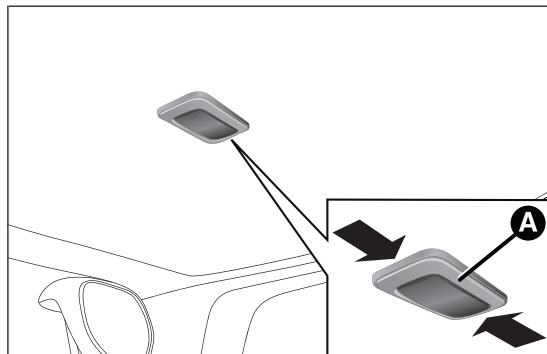

fig. 42
- ☐ agire nel punto indicato dalla frecce e rimuovere la plafoniera A fig. 42;
- ☐ rimontare la plafoniera A fig. 42 inserendola nella sua corretta posizione prima da un lato e quindi premendo sull'altro lato fino ad avvertire lo scatto di bloccaggio.